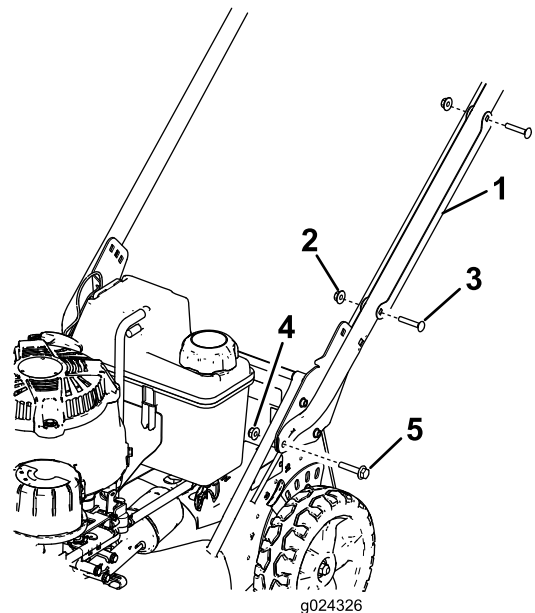

Bild 3
- Entfernen Sie die zwei Schlossschrauben und zwei Sicherungsmuttern, mit denen der Kabelschutz am Bügel befestigt ist, um den Kabelschutz abzunehmen (Bild 3).
- Befestigen Sie die Holmenden mit zwei Sechskantbundschauben (5/16" x 1-1/2") und zwei Bundmuttern (5/16") am Maschinengehäuse, wie in Bild 3 abgebildet.
6. Legen Sie den Kabelschutz so auf den Bügel, dass die Kabel im Schutz verlaufen, und befestigen Sie den Kabelschutz mit den vorher entfernten zwei Schlossschrauben und zwei Bundmuttern am Bügel (Bild 3).